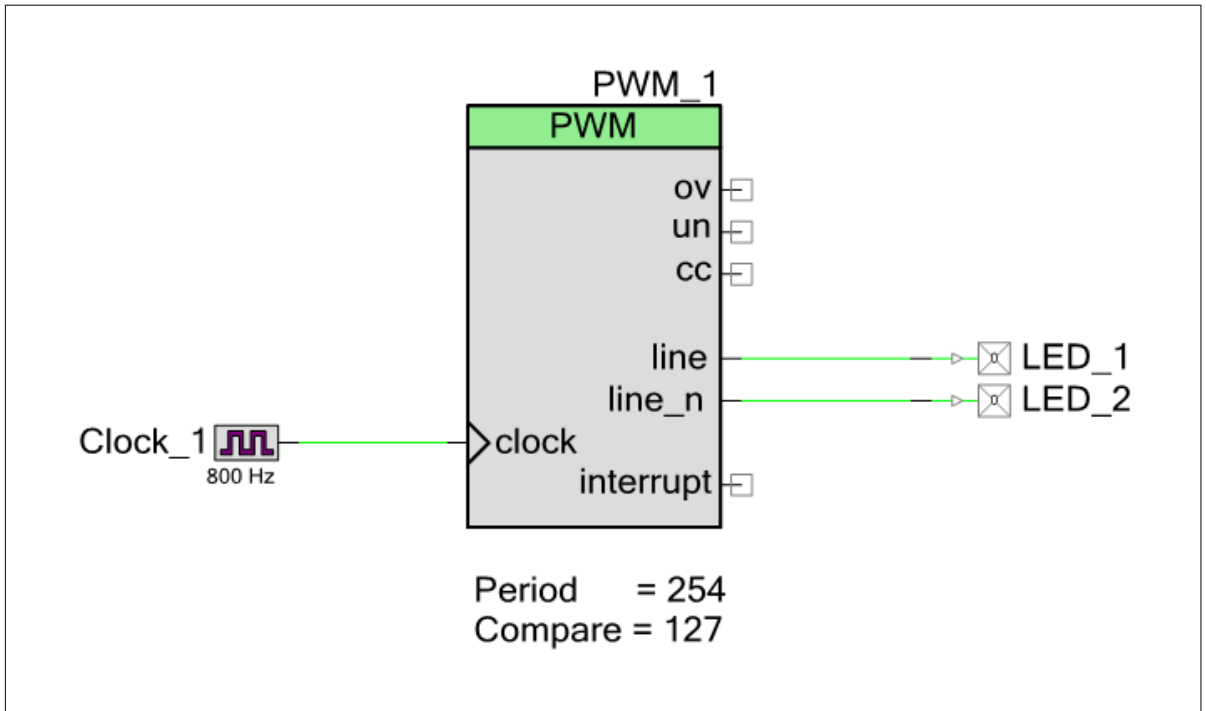

図 45 回路図の配線
11. 図 45 に示すように、コンポーネントを一緒に配線してください。